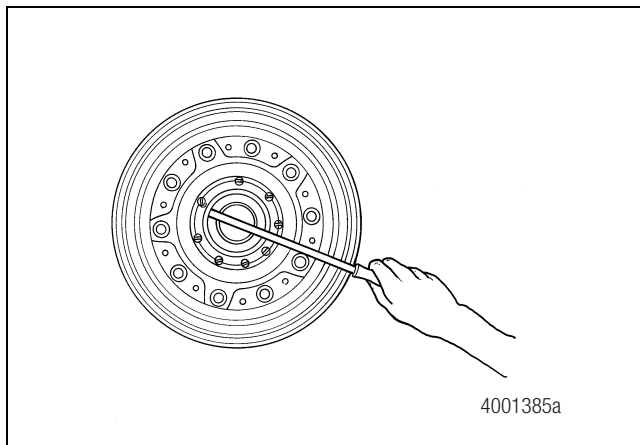

Figure 3.12
4. Si nécessaire, utiliser un grand tournevis pour retirer la bague d'étanchéité du moyeu. Mettre la bague usagée au rebut. Figure 3.12.